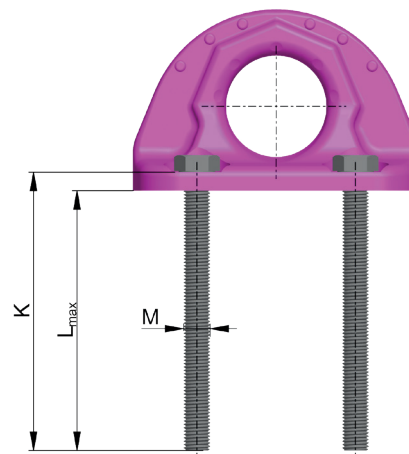

Abb. 4: B-ABA Schraubenlänge
- RUD-Anschlagpunkte B-ABA müssen mit den mitgelieferten ICE-Schrauben montiert werden! Vario-ICE-Schrauben (ICE-Bolt) können bei Bedarf zusätzlich bestellt werden (vgl. Tab. 5 / Abb. 4).